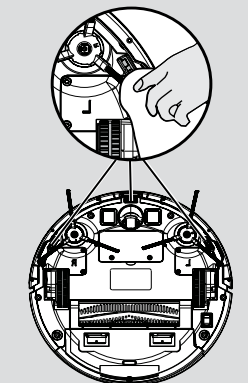

Fig. 15
**PULIZIA DELLE LENTI DEI SENSORI ANTICADUTA [Fig. 15]**